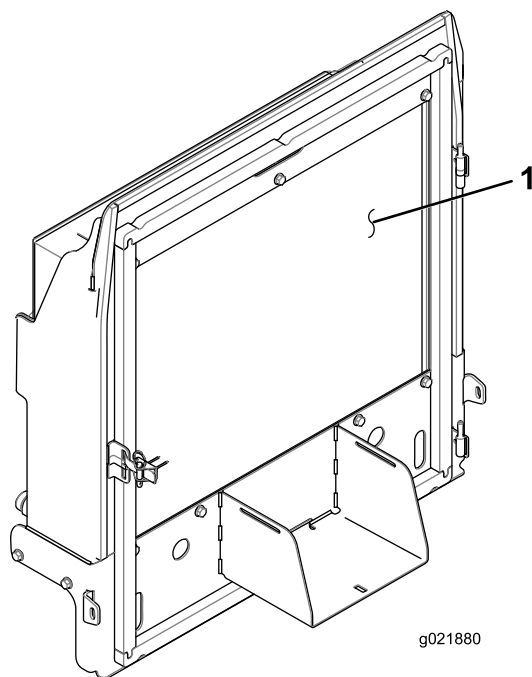

Рисунок 83
4. Тщательно очистите сжатым воздухом обе стороны радиатора/маслоохладителя (Рисунок 83).